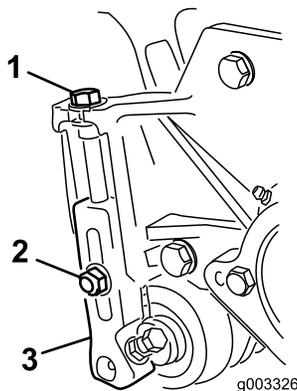

Figura 16
1. Allentate i dadi di bloccaggio che fissano i bracci di regolazione dell'altezza di taglio sulle piastre laterali dell'apparato di taglio (Figura 16).